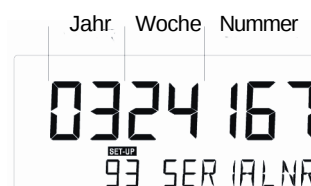

Bild 13: Anzeige von Datum und Seriennummer
- Die Geräte sind, wie nachstehend abgebildet, gekennzeichnet. Die Seriennummer und das Herstellungsdatum sind in das Gerät einprogrammiert (siehe Bild 13) und ein Datumstempel befindet sich auf der Gehäuseinnenseite. Diese Anleitung gilt für Gerät, die während und nach 2003 hergestellt und gestempelt wurden.